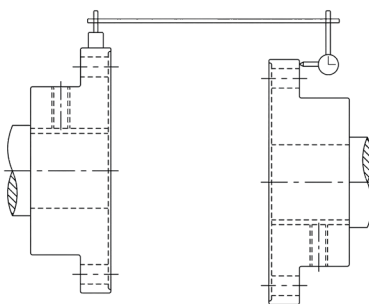

Figura 4: ALINHAMENTO ANGULAR
- **Desalinhamento Angular:** verifique o ângulo entre as linhas de centro dos dois eixos (**Figura 4**).